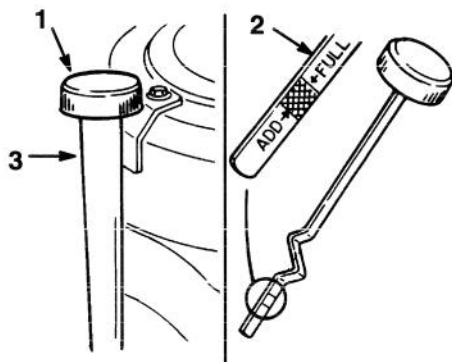

Figure 18
2. Nettoyer les abords de la jauge d'huile (Fig. 18) pour éviter que des saletés ne tombent dans l'ouverture de remplissage et n'endommagent le moteur.
3. Dévisser la jauge d'huile et bien essuyer l'extrémité métallique (Fig. 18).
4. Insérer la jauge à fond dans le goulot de remplissage, sans la visser (Fig. 18). Retirer la jauge et lire le niveau sur l'extrémité métallique. Si le niveau d'huile est bas, verser lentement de l'huile dans le goulot de remplissage, juste assez pour que le niveau arrive au repère du plein ("FULL").
5. Verser lentement environ 80% du volume d'huile spécifié dans le goulot de remplissage (Fig. 18), puis contrôler le niveau d'huile, voir Contrôle du niveau d'huile, page 26. Rajouter de l'huile lentement pour amener le niveau jusqu'au repère du plein ("FULL") sur la jauge.